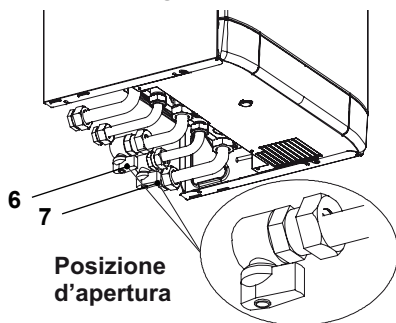

Fig. 6.1
- Aprire il rubinetto del contatore gas e quello della caldaia 6 in Fig. 6.1 .
- Aprire il rubinetto 7 in Fig. 6.1 .